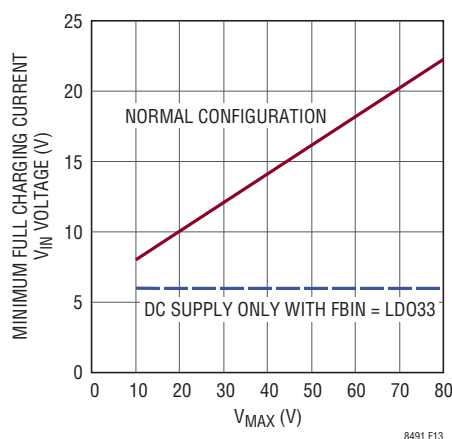

図13. 最小満充電電流 V_{IN} 電圧
3. 低入力電圧効果: 図13に、最小入力電圧を示します。この電圧を下回ると最大充電電流が減少する場合があります。この制限値は、入力V_{MAX}に応じて変化します(上述のハードウェア設定:入力電圧検出および変調
のセクションを参照)。FBINがそのレギュレーション電圧(1.205V (代表値))に近付くにつれて、最大充電電流は減少する場合があります。(1)低電圧DC電源でチャージャに電力を供給している場合と、(2)低電圧パネルを、はるかに高い電圧のパネル向けに構成したチャージャと組み合わせて使っている場合を除き、これは通常大きな問題ではありません。その V_{IN} が図13の「通常設定」の線から下に離れるほど、最大充電電流の減少量が増す可能性があります。
太陽電池パネルで電力を供給する場合、 V_{MAX} に近い最大開回路電圧(V_{OCMAX})を持つパネルを選択します(ハードウェア設定：入力電圧検出および変調のセクションを参照)。最大電力点電圧は、通常は図13の電圧閾値よりもはるかに高いため、電流制限が問題になることはほとんどありません。 V_{MAX} より大幅に低い電圧で動作する太陽電池パネルは、特に最大電力点電圧が図13の「通常設定」の線を下回ることが多い場合、使わないようにします。
最小入力電圧の要件：電源モードの場合、LT8491は最小6Vの入力で動作します。しかし、入力電圧検出ネットワーク抵抗の決定の際に使った V_{MAX} 電圧によっては、低い入力電圧で充電電流能力が制限される場合があります(ハードウェア設定：入力電圧検出および変調のセクションを参照)。図13に、必要な最小入力電源電圧を示します。それより低い電圧では、充電電流が最大出力電流制限を下回る可能性があります。DC電源のみでLT8491に電力を供給する場合、(1)FBIRからFBINを遮断し、(2)FBINピンをLDO33に直接接続することで、図13に示す最小入力電圧を6Vまで下げることができます。